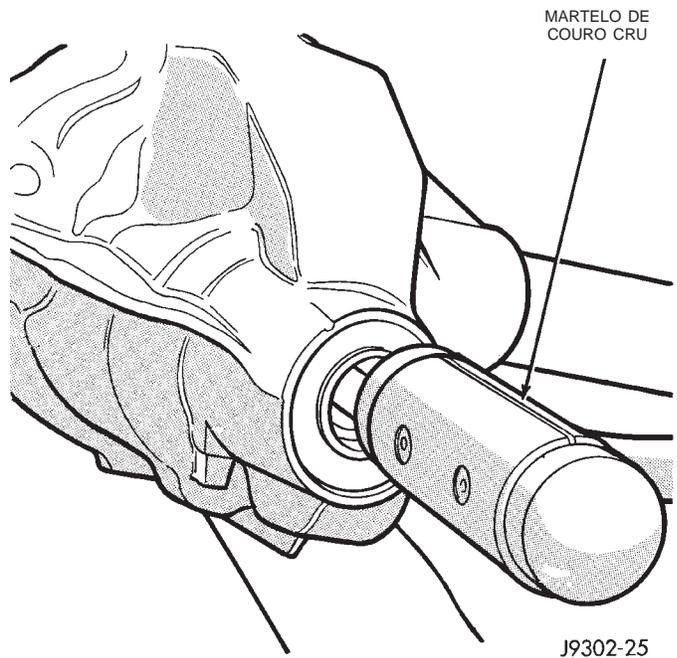

Fig. 11 Remoção da Engrenagem do Pinhão
- (13) Remova a engrenagem do pinhão da carcaça (Fig. 11). Pegue o pinhão com as mãos para evitar que caia e seja danificado.
- (14) Remova o espaçador flexível do eixo do pinhão.